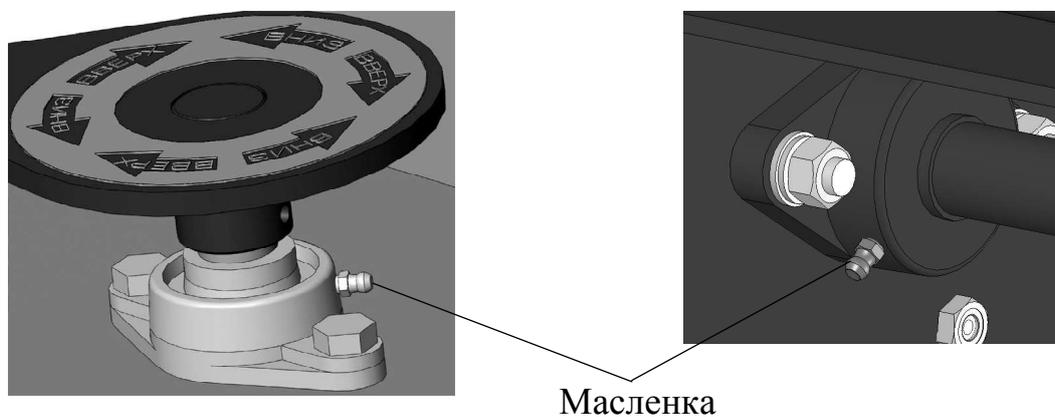

Рисунок 11 – Техническое обслуживание корпусных подшипниковых узлов
- Корпусные подшипниковые узлы оснащены специальной масленкой (рисунок 11).